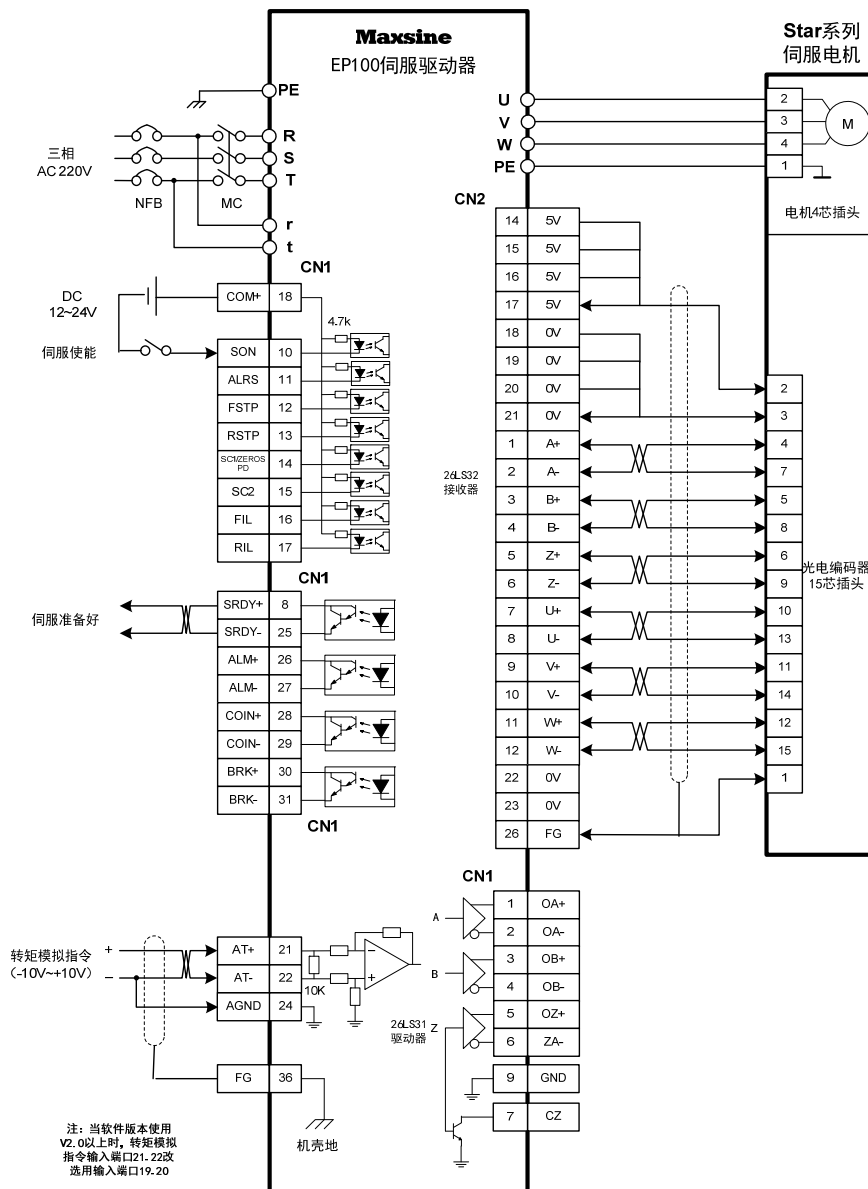

图 7.12 转矩控制方式的简单接线图
- 按图 7.12 接线，主电路端子，三相 AC 220V 接 R、S、T 端子。